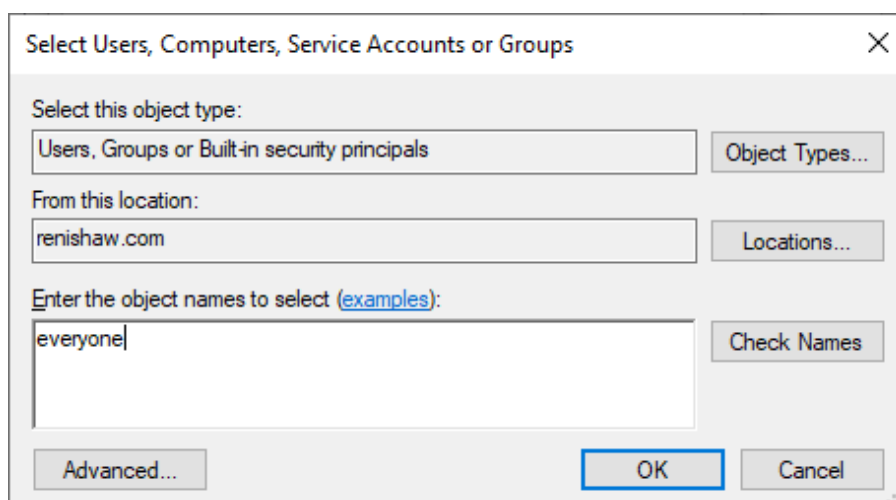

Figure 42 Créez un utilisateur Everyone (Tout le monde)
3. Créez un utilisateur **everyone** (Tout le monde) (voir la Figure 42).